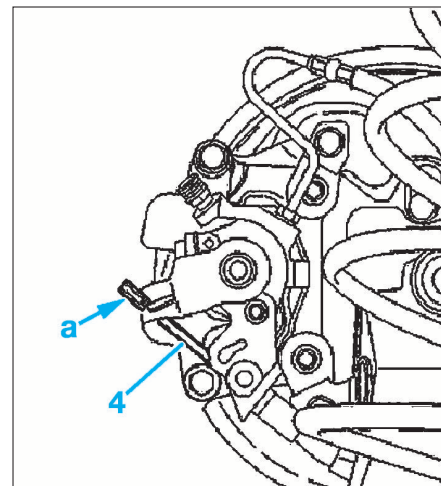

FIG. 55
- Désaccoupler les câbles de frein à main (4) en "a" (Fig.55).